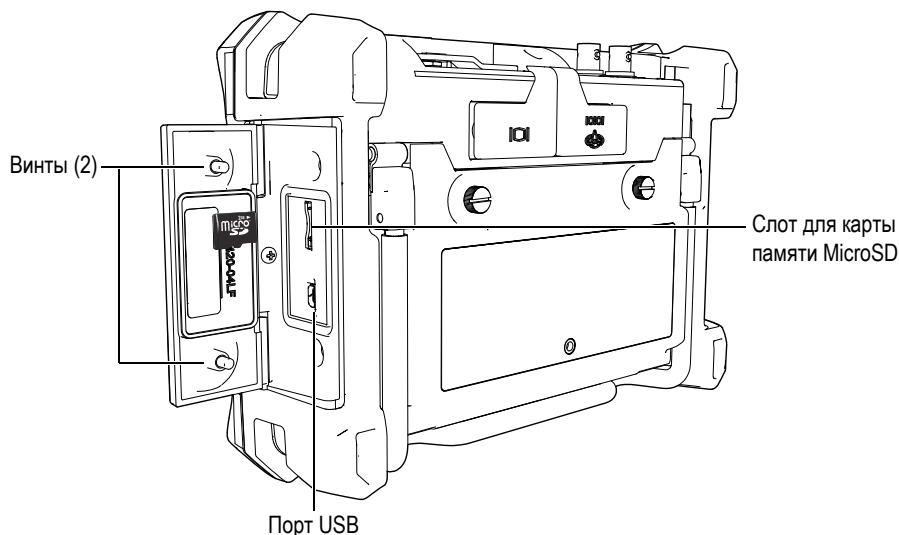

Рис. 1-12 Боковая дверца
- Ослабьте винты и откройте боковую дверцу прибора ЕРОСН 600 (см. Рис. 1-12 на стр. 28).
4. Аккуратно вставьте карту в слот до щелчка (см. Рис. 1-12 на стр. 28).